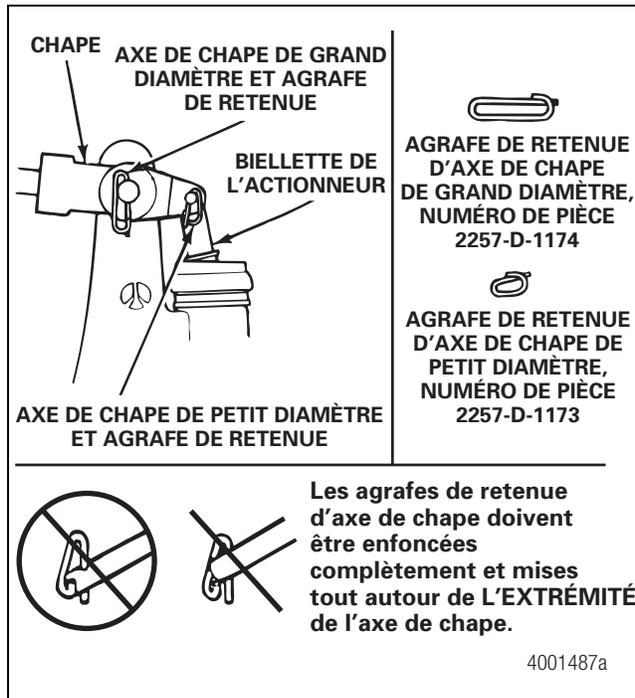

Figure 5.13
- Poser les agrafes de retenue (ou les goupilles fendues) neuves pour verrouiller les axes de chape. Les agrafes de retenue doivent être enfoncées complètement et mises tout autour de l'extrémité de l'axe de chape. Figure 5.13.